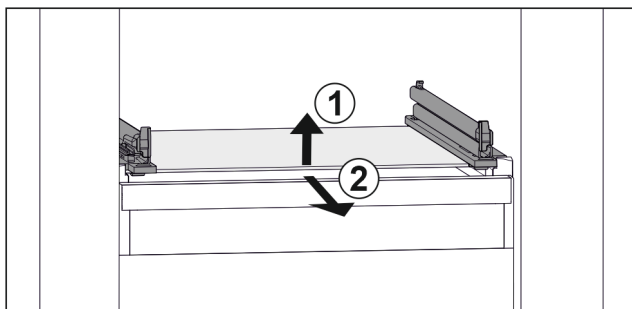

Fig. 131 Príklad zobrazenia sklenenej dosky
- ▶ Nadvihnite sklenenú dosku vpred. Fig. 131 (1)
- ▶ Odoberte sklenenú dosku dopredu. Fig. 131 (2)